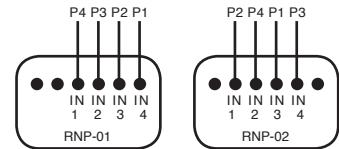

Fig. 1
- Knapparnas nummer för sändarna RNP-01/RNP-02 visas i Fig. 1 – samma programering som för P-257/4 och RNK-04